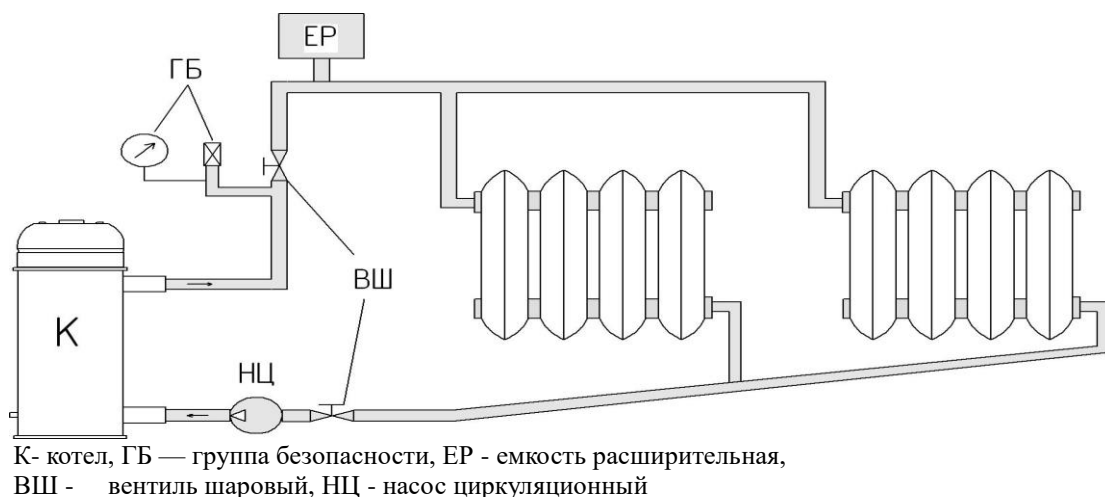

Рис. 2. Примерная схема системы отопления
Внимание! При эксплуатации прибора запрещается полностью или частично перекрывать шаровые вентили на «входе» и «выходе» из котла (см. рисунок 2).
6.1.8 На «входе» и «выходе» прибора устанавливаются шаровые вентили (рис. 2), применяемые при демонтаже, ремонте и техническом обслуживании прибора.